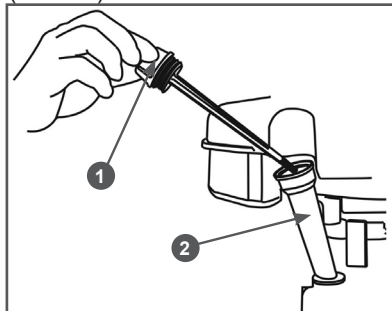

Рис. 11 Крышка-щуп маслозаливной горловины
- Открутите крышку-щуп 1 маслозаливной горловины 2 и извлеките щуп (Рис. 11).
2. Открутите крышку-щуп 1 маслосазливной горловины и извлеките щуп (Рис. 11).